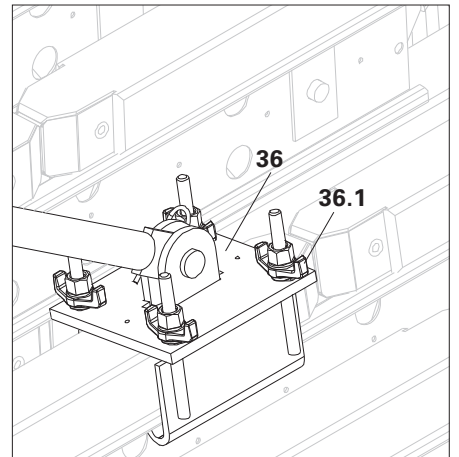

Fig. A9.01b
2. Colgar conectores de la unión VARIOFLEX y ajustar las tuercas mariposa. (Fig. A9.01b)